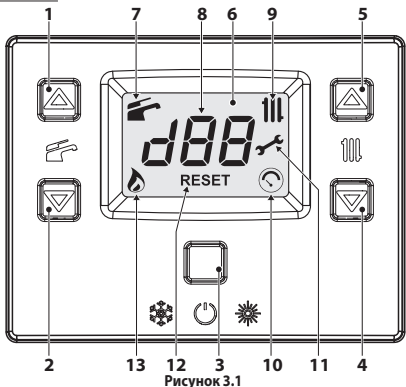

Рисунок 3.1
- Нажать и удерживать в течение 2 секунд кнопку 3 (Рисунок 3.1), пока на дисплее не появятся символы «|||» и «|||».
- Держать нажатой в течение 2 сек. кнопку 3 (Рисунок 3.1), пока на дисплее не появится символ «|||».
Регулировать температуру воды для отопления можно посредством кнопок 4 (уменьшение) и 5 (увеличение), см. Рисунок 3.1, начиная с минимум 38 °C и до максимум 85 °C. При нажатии одной из двух кнопок на дисплей выводится установленное значение, при повторном нажатии можно его изменять. Сигнализация ЖК-дисплея:
В любом случае, если комнатная температура слишком низкая или слишком высокая, можно увеличить или уменьшить температуру отопления на ± 15 °C при помощи кнопок 4 (уменьшение) и 5 (увеличение), см. Рисунок 3.1.
Регулировать температуру воды в системе горячего водоснабжения можно при помощи кнопок 1 (увеличение) и 2 (уменьшение), см. Рисунок 3.1, начиная с минимум 35 °C и до максимум 60 °C. При нажатии одной из двух кнопок на дисплей выводится установленное значение, при повторном нажатии можно его изменять.